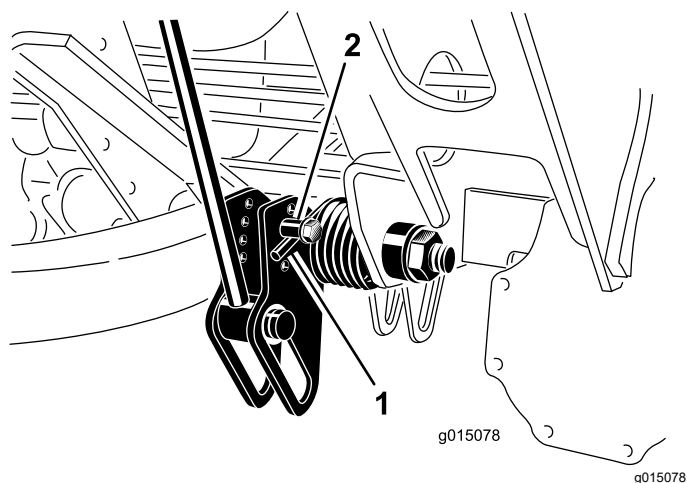

Figura 38
2. Coloque un tubo u otro objeto similar sobre el extremo largo del muelle para aliviar la tensión durante el ajuste (Figura 38).
3. Para aliviar la tensión del muelle, retire el perno y la contratuerca que sujetan el actuador del muelle al soporte (Figura 38).